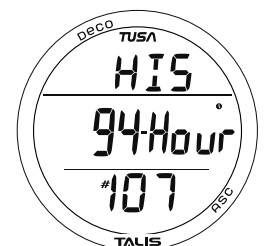

Abb. 52 - STATISTIK 1
**Statistik 1**, Informationen beinhalten (Abb. 52):